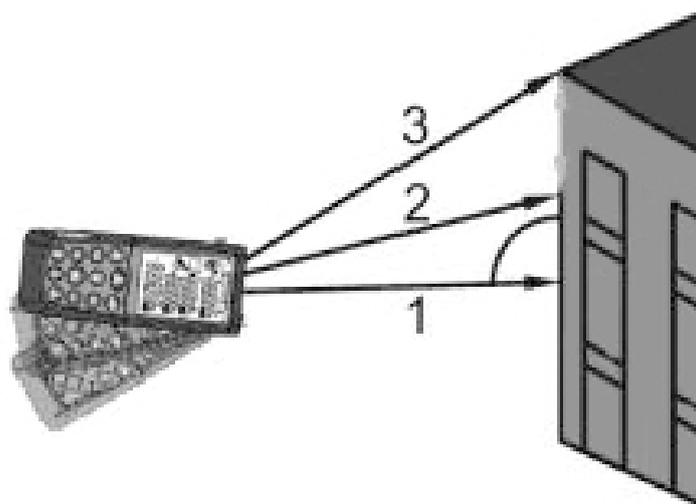

Fig. 11: Medição Indireta com 3 pontos - Modo 2
- 3. Colocar o instrumento no ponto mais baixo (1) da medição (ver Fig. 11) e premir o botão MEAS. O resultado é apresentado no primeiro display parcial. O símbolo “
- 4. Colocar o instrumento na posição mais horizontal possível (2) da medição (ver Fig. 11) e premir o botão MEAS para efetuar a medição. O resultado é apresentado no segundo display parcial. O símbolo “
- 5. Colocar o instrumento no ponto mais alto (3) da medição (ver Fig. 11) e premir o botão MEAS para efetuar a medição. O resultado é apresentado no segundo display parcial.
- 6. O valor final do resultado obtido pela combinação das medições anteriores (ver linha tracejada da Fig. 11) é apresentado no display resultante